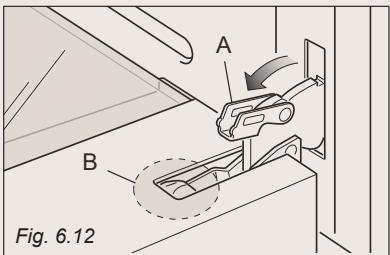
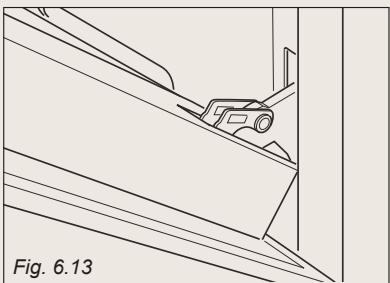

Fig. 6.12
Fig. 6.13
- \* Ouvrez complètement le levier "A" sur les charnières de gauche et de droite (fig. 6.12).
- \* Refermez doucement la porte (fig. 6.13) jusqu'à ce que les leviers "A" des charnières gauche et droite s'accrochent sur la partie "B" de la porte (fig. 6.12).